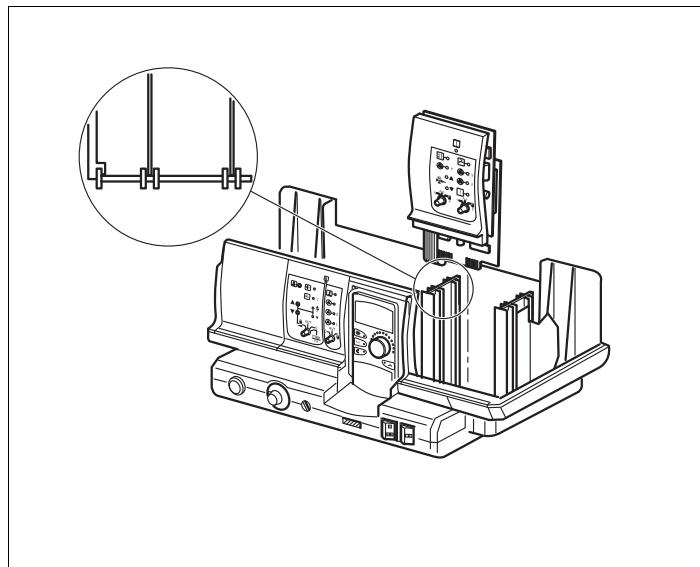

Рис. 15 Установка и демонтаж модуля
- Вставьте новый модуль до ощутимого защелкивания сверху в свободный разъем, нажимая на планку датчиков (→ рис. 15).
- Вставьте новый модуль до ощущимого защелкивания сверху в свободный разъем, нажимая на планку датчиков (→ рис. 15, стр. 26).